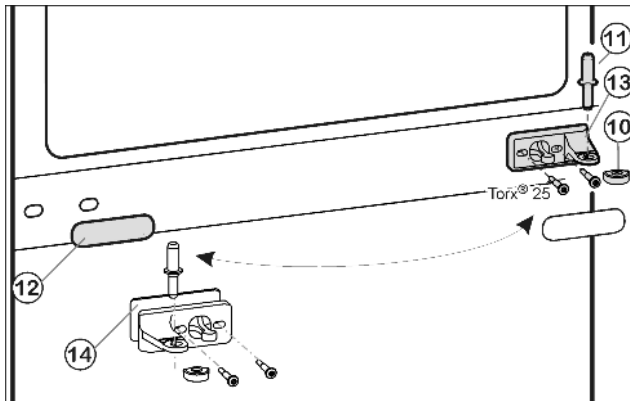

Fig. 9
- ▶ Middelste lagerbout Fig. 9 (11) uit de lagerbus en de onderste deur trekken.
- ▶ Kunststofkap Fig. 9 (10) eraf trekken.
- ▶ Middelste lagerbus Fig. 9 (13) losschroeven (2 keer Torx® 25).
- ▶ Afdekpaneel Fig. 9 (12) voorzichtig eraf trekken.
- ▶ Middelste lagerbus Fig. 9 (13) met onderlaag Fig. 9 (14) 180° gedraaid op de nieuwe scharnierzijde bevestigen met 4 Nm.
- ▶ Afdekpaneel Fig. 9 (12) 180° gedraaid weer op de nieuwe greepzijde klikken.
- ▶ De kunststofkap Fig. 9 (10) weer op de middelste lagerbus Fig. 9 (13) aanbrengen.
- ▶ Middelste lagerbout Fig. 9 (11) op de nieuwe scharnierzijde aanbrengen, door de middelste lagerbus Fig. 9 (13) in de onderste deur.